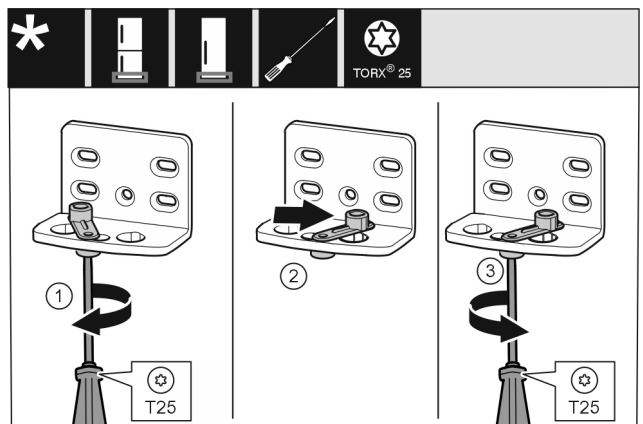

Fig. 11
- ▶ Skruva in skruven lite löst med skruvmejsel T25. Fig. 11 (1)
- ▶ Lyft på dörrstängningsautomatiken och vrid den 90° åt höger i hålet. Fig. 11 (2)
- ▶ Dra åt skruven med skruvmejsel T25. Fig. 11 (3)